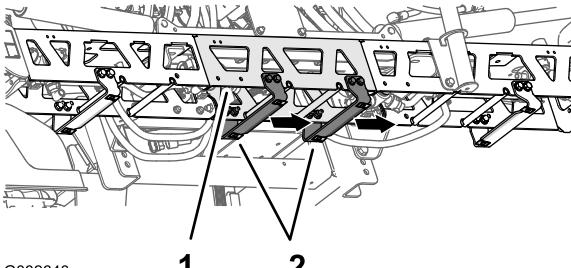

**Figure 151**
5. Alignez les trous dans la protection en caoutchouc et la plaque de renfort (simple) que vous avez retirées à l'opération 2 et les trous au bout de l'extension de couvercle (Figure 151).